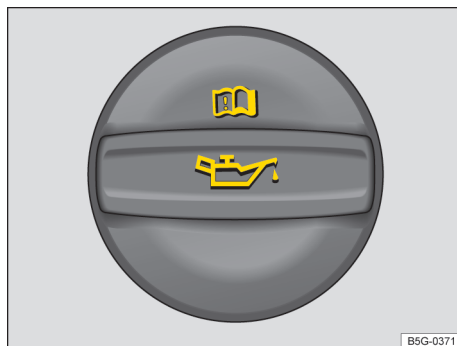

Fig. 174 No compartimento do motor: tampa da abertura para enchimento de óleo do motor (representação esquemática).
4. Identificar a abertura para enchimento de óleo do motor e a vareta de medição do óleo. A abertura para enchimento do óleo do motor é identificada pelo símbolo  na tampa e pela vareta de medição do óleo do motor com a alça colorida → Fig. 174. Se não estiver claro onde a tampa e a vareta de medição do óleo se encontram, procurar uma Concessionária Volkswagen ou uma empresa especializada.
9. Desrosquear a tampa da abertura para enchimento de óleo do motor → Fig. 174.